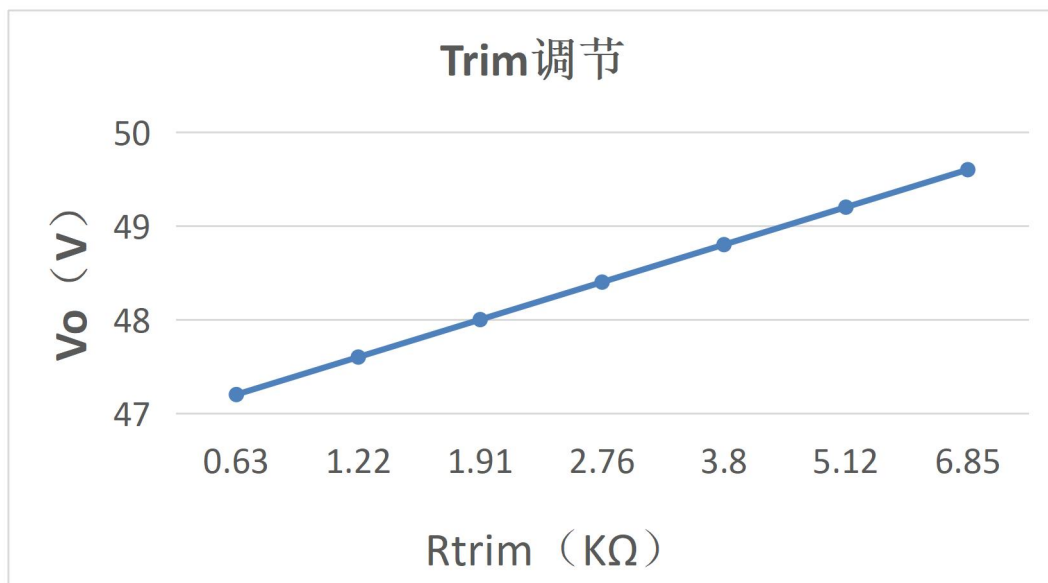

图9 输出电压与 Rtrim 的对应曲线图
- 优先选用 TRIM 调节:如图 8, R_{trim} 在 0.63K-到 6.85K 之间取值,对应是输出电压为 47.2 到 49.6V; R_{trim} 的值在 0 到 0.37K 时,输出电压为 47V; R_{trim} 在 7.92K-到 8K 时,输出电压为 48.8V, TRIM 脚悬空,模块默认输出 48V.输出电压调节曲线参考图 9。